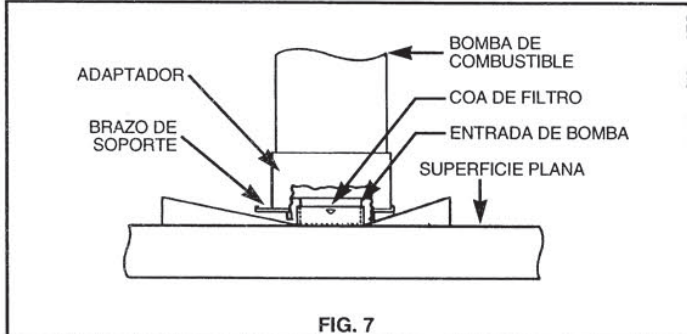

FIG. 7
I) Instalar el filtro nuevo en la bomba con la misma posicion y orientacion que el filtro original. Para evitar danos al filtro colocarlo en una superficie plana, limpiar y empujar la bomba derecho y hacia abajo dentro de la copa del filtro hasta que este completamente sentado en la bomba (ver fig. 7) (es importante que el alineamiento del filtro este hecho correctamente desde el principio, por que si necesita reemplazarlo este se pudiera contaminar o destruir al tratar de reemplazarlo, es requerira un filtro nuevo).
E) Installer le nouveau filtre sur la pompe à carburant dans la même position ou dans la même sens que le filtre original. Pour éviter d'endommager le filtre, le placer sur une surface propre, plate et pousser la pompe directement dans le creuset du filtre jusqu'à ce qu'il soit complètement installé sur la pompe (fig. 7) (il est important que le filtre soit bien aligné la première fois, car, si vous devez l'enlever, le filtre sera soit détruit soit contaminé ce qui vous obligera à le remplacer par un autre.)
I) Installer le nouveau filtre sur la pompe à carburant dans la même position ou dans la même sens que le filtre original. Pour éviter d'endommager le filtre, le placer sur une surface propre, plate et pousser la pompe directement dans le creuset du filtre jusqu'à ce qu'il soit complètement installé sur la pompe (fig. 7) (il est important que le filtre soit bien aligné la première fois, car, si vous devez l'enlever, le filtre sera soit détruit soit contaminé ce qui vous obligera à le remplacer par un autre.)